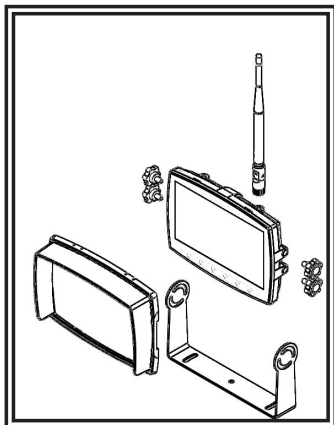

Abbildung 2
- Bringen Sie den Monitor an der U-Halterung an, wie in Abbildung 2 gezeigt. Stellen Sie den Monitor so ein, dass Sie den besten Blickwinkel haben, und ziehen Sie dann die beiden Schrauben an den Enden fest.